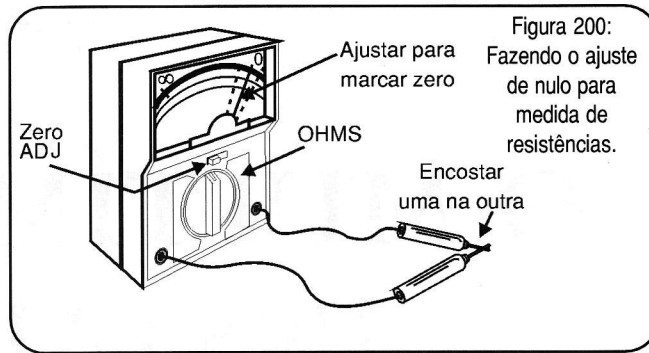

Figura 200: Fazendo o ajuste de nulo para medida de resistências.
c) Encoste uma ponta de prova na outra e ajuste o botão ZERO ADJ (ajuste de nulo) de modo que a agulha do instrumento indique zero (**figura 200**).